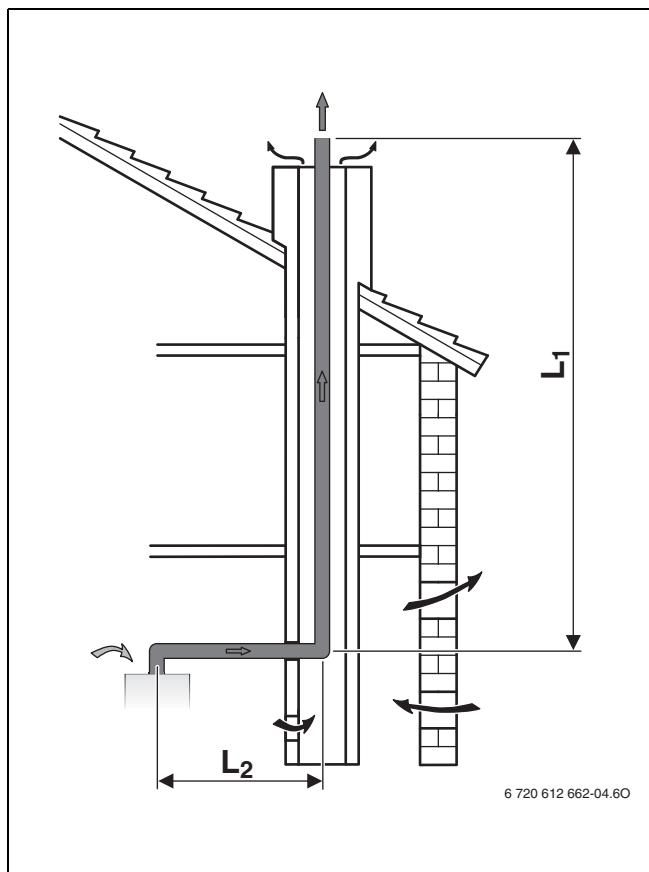

Рис. 7 Дымовая труба в шахте по В23Р
- Если отвод дымовых газов выполняется в вентилируемой шахте (→ рис. 7, 8 и 10), то чистка шахты не требуется.